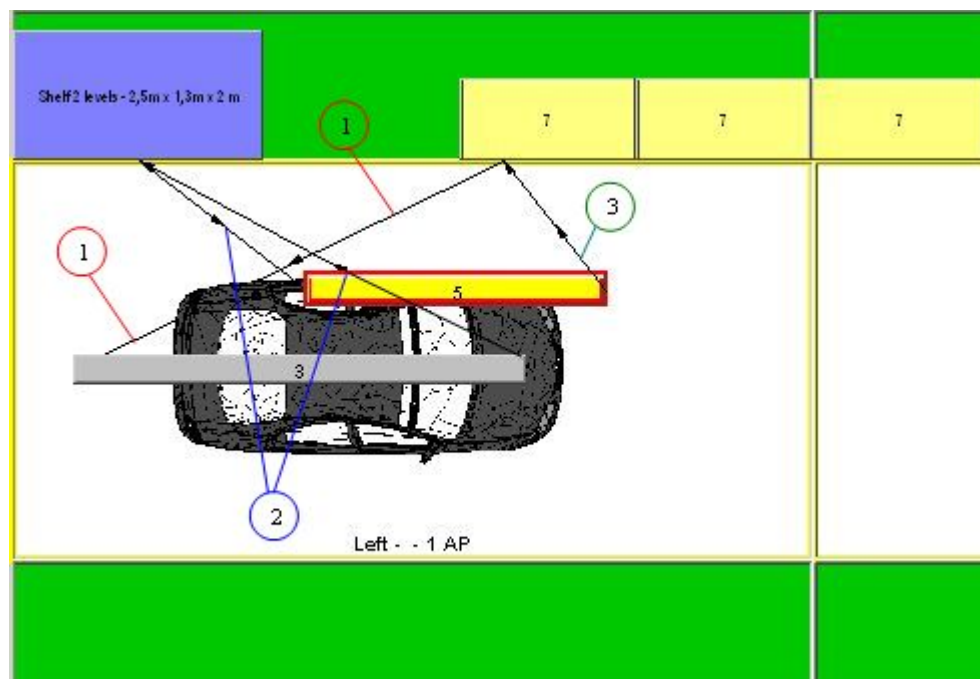

Abbildung 292: Option ist nicht bei allen Teilebehältern aktiviert
- Ein Mitarbeiter holt sich für die zu verarbeitenden Prozesse die Teile aus gekennzeichneten Teilebehältern. Siehe auch: Abbildung 292.